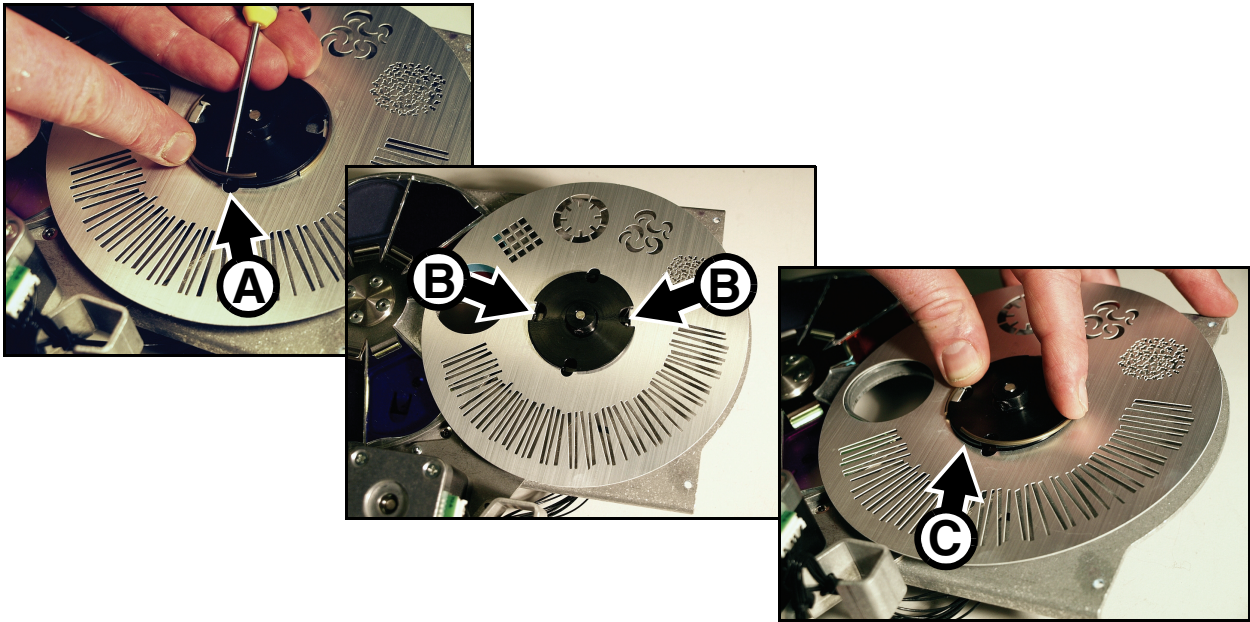

Bild 27: Entfernen und Montieren des Effektrades
7. Siehe Bild 27. Lösen Sie die Haltefeder **A** des Effektrades mit einem kleinen Schlitzschraubendreher. Verbiegen Sie das Effektrad beim Abnehmen und während der Lagerung nicht.